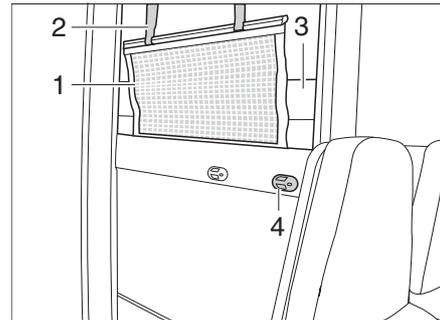

Bild 127 Etagenbett (Seite)
- Matratze (Bild 127,3) von oberem Bett nehmen und auf unteres Bett legen.
- Die Aufstiegsleiter mit den Holmen in die Halterung (Bild 127,4) an der Blende einhängen.
Das Sicherungsnetz (Bild 127,1) ist serienmäßig zwischen Matratze und Lattenrost verstaut. Das Sicherungsnetz erst aufspannen, wenn sich die Personen bereits im Bett befinden.
- Die Haltebänder (Bild 127,2) in die Halterungen an der Decke einrasten.